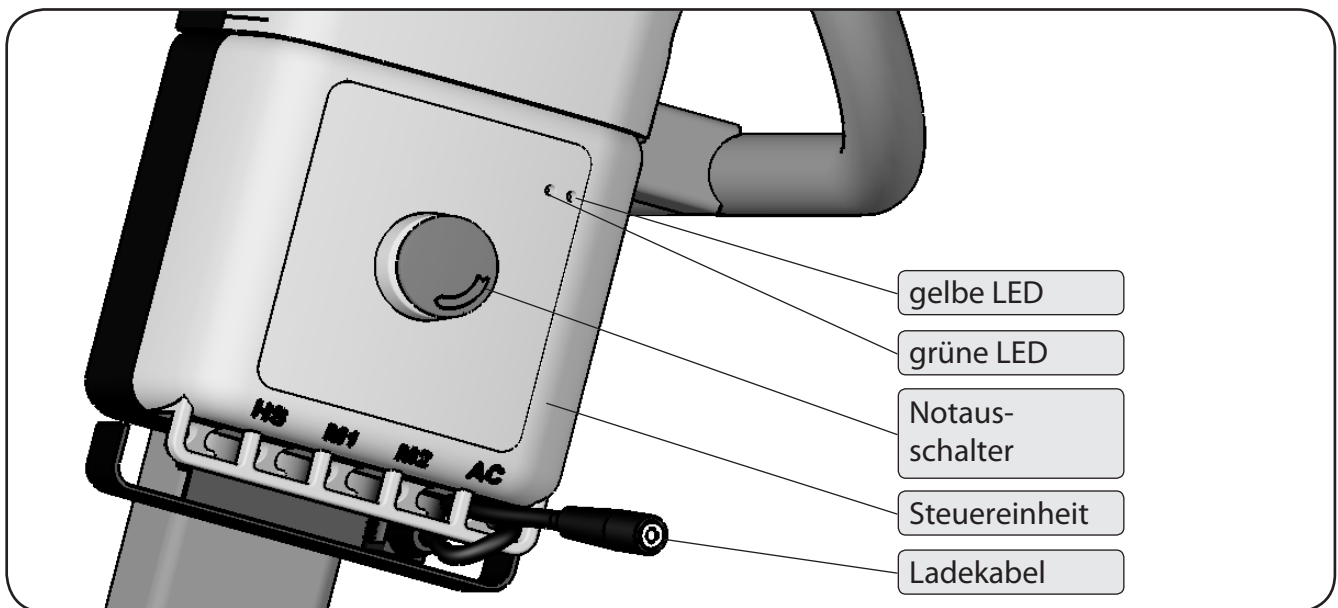

Abbildung 39
1. Überprüfen Sie die Steckverbindungen an der Steuereinheit (Abbildung 39):
3. Entriegeln Sie den Notausschalter (Abbildung 39), falls er gedrückt ist, durch Verdrehen im Uhrzeigersinn.